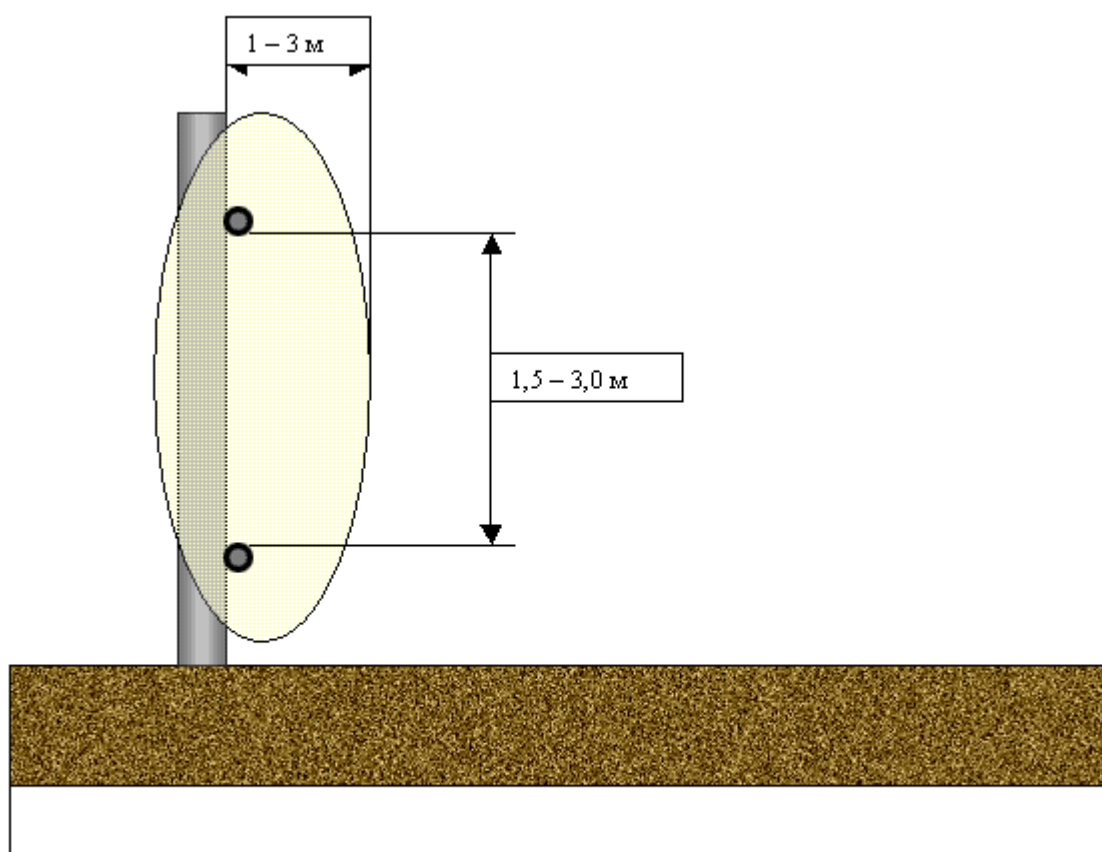

Рис. 2 Поперечное сечение зоны обнаружения
- 5.2. Зона обнаружения (ЗО) формируется двумя параллельными кабелями, закрепляемыми на ограждении, которые выступают в качестве антенн. Передатчик вырабатывает высокочастотный сигнал, который излучается передающим кабелем, создавая вокруг определенное распределение электромагнитного поля. С помощью приемного кабеля этот сигнал поступает на блок приемника. При попадании нарушителя в ЗО меняется распределение поля, а с ним и сигнал на входе блока приемника. Это изменение фиксируется схемой обработки и вырабатывается сигнал тревоги. Поперечное сечение ЗО показано на рис. 2. В зависимости от необходимых размеров ЗО расстояние между кабелями может быть от 1,5 до 3,0 м. Смещение кабелей вверх или вниз по ограждению смещает соответственно и ЗО. Продольное распределение ЗО повторяет изгибы ограждения в горизонтальной и вертикальной плоскостях. Наличие в непосредственной близости к ограждению крупных металлических предметов может исказить конфигурацию ЗО.